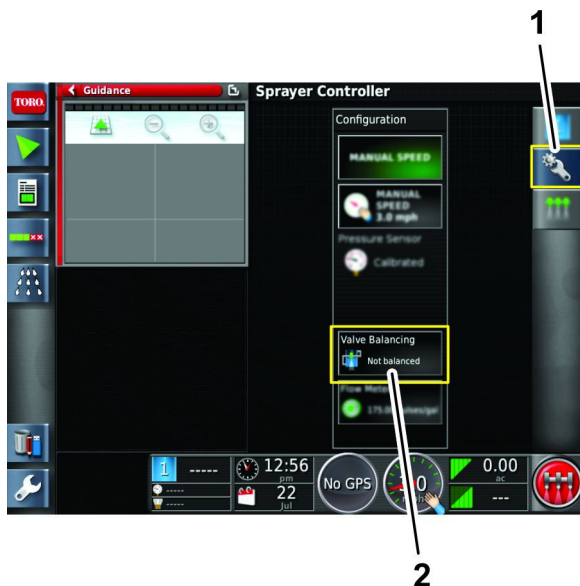

図 133
7. 構成アイコンを押し、次にバルブバランスウィザードアイコンを押す 図 133。